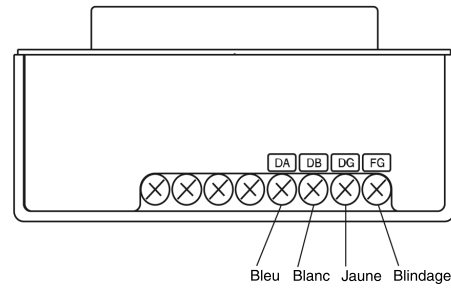

Fig.1
- S'assurer de brancher un circuit de transmission à son terminal dédié. (Voir Fig.1)